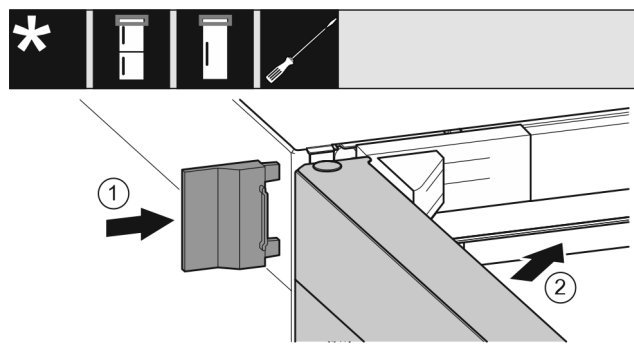

Fig. 22
- Potisnite zunanji pokrov gor. Fig. 22 (1)
- Zaprite zgornja vrata. Fig. 22 (2)